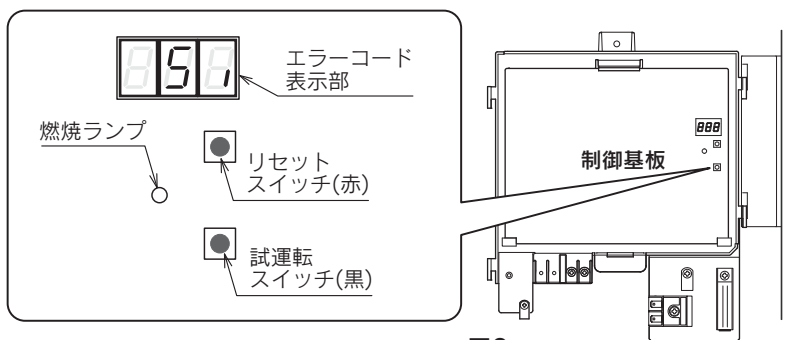

図2
5. 制御基板上の試運転スイッチ(黒)を押します。(図2) エラーコード表示部に「5」表示が点滅します。